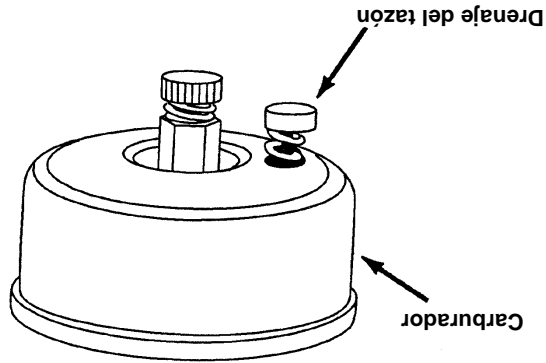

Figura 35
- Drene el carburador presionando hacia arriba sobre el drenaje del tazón, ubicado debajo de la cubierta del carburador. Vea la Figura 35.